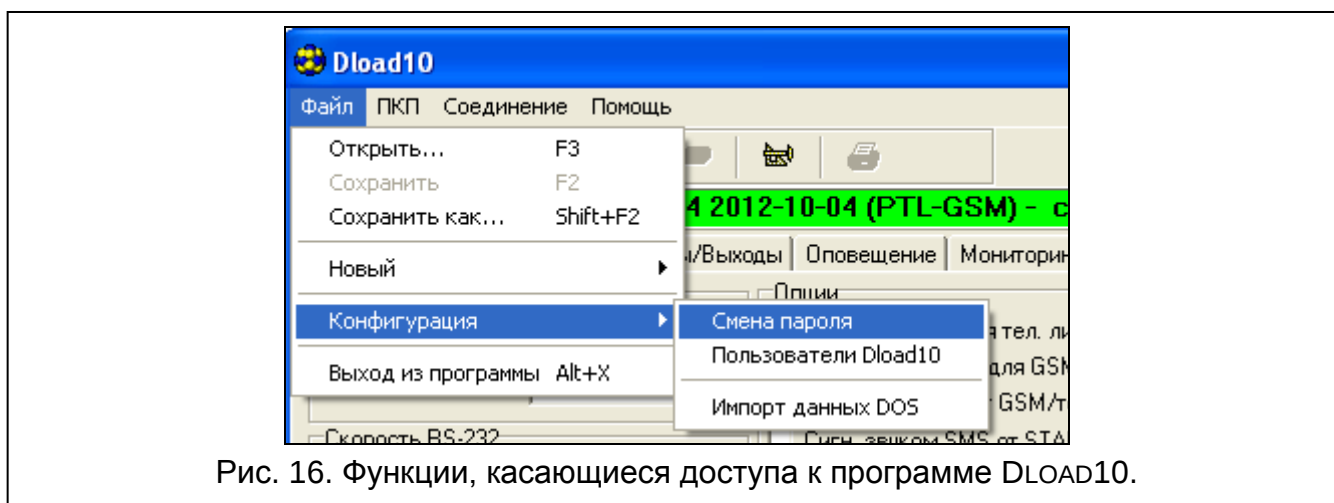

Рис. 16. Функции, касающиеся доступа к программе DLOAD10.
1. В меню «Файл» выберите «Конфигурация», затем «Смена пароля» (см.: рис. 16).
Программа позволяет получить доступ с помощью ввода дополнительных паролей, которые можно программировать и для которых можно определить полномочия (в меню «Файл» выберите «Конфигурация», затем «Пользователи программы» – см.: рис. 16).